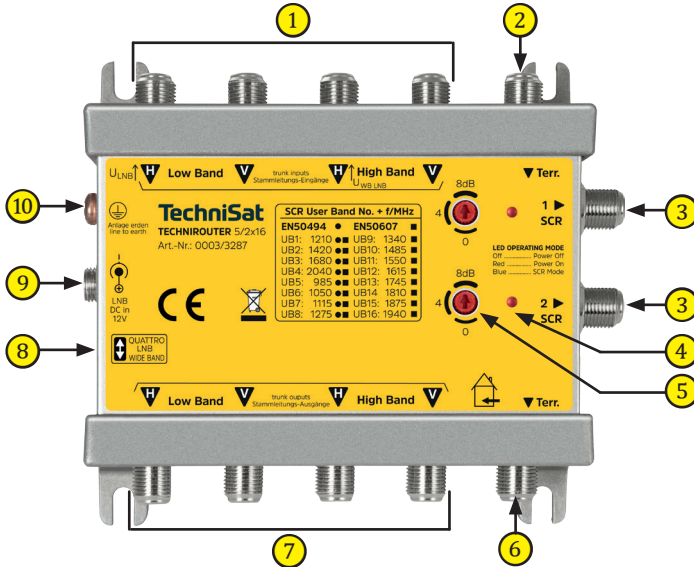

Abb. 1: Ansicht TECHNIROUTER 5/2x16
Beim Betrieb mit 2 Orbitpositionen verwenden Sie Wide-Band-LNBs mit einer LOF von 10,41 GHz. Für die passende Betriebsart stellen Sie den **Schiebeschalter** (Abb. 1 auf Seite 4, Nr. ⑧) in die entsprechende Position.
Die **LED** (Abb. 1 auf Seite 4, Nr. ④) zeigt die Statusfunktion des zugehörigen Einkabelausgang an.
Ist kein netzteilloser Betrieb möglich, so ist ein Steckernetzteil (12V) an den DC-Anschluss (Abb. 1 auf Seite 4, Nr. ⑧) anzuschließen.